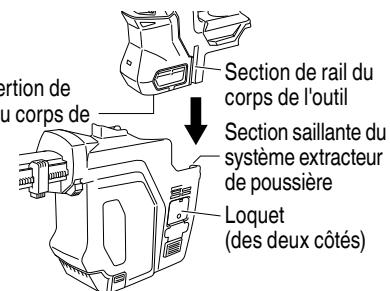

Fig. 3
### (1) Installation du système extracteur de poussière (Fig. 3)